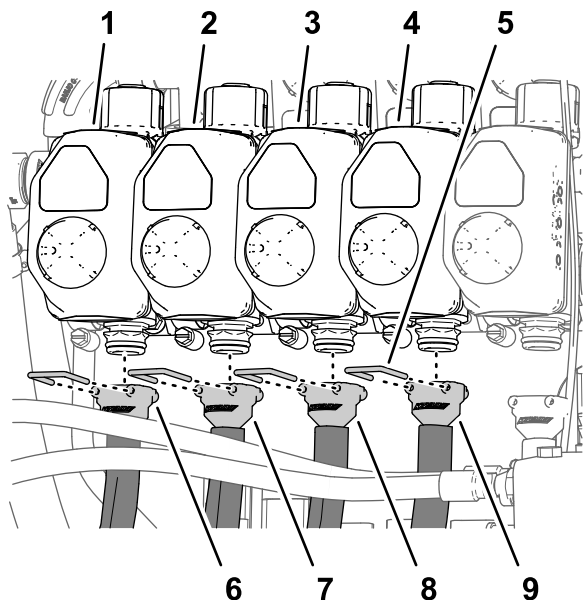
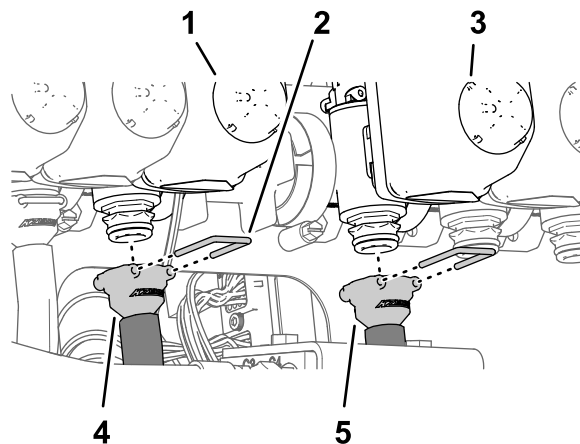
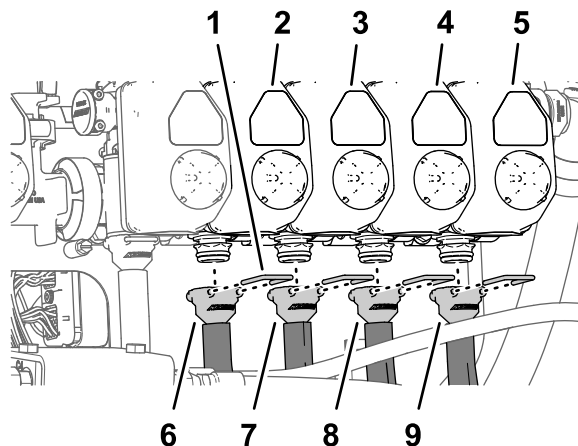

图 125
图 126
图 127
注意 请参阅 将软管安装到喷嘴阀 1 至 4 (页码 48) 中的 图 125、将软管安装到喷嘴阀 5 和 6 (页码 48) 中的 图 126 和 将软管安装到喷嘴阀 7 至 10 (页码 48) 中的 图 127 了解喷嘴位置。
1. 将 279cm 供水软管的直通宝塔接头安装到喷嘴阀 1 的连接器上 图 125。
2. 用卡环 图 125 将宝塔接头固定在连接器上。
3. 将 234cm 供水软管的直通宝塔接头安装到喷嘴阀 2 的连接器上 图 125。
4. 用卡环 图 125 将宝塔接头固定在连接器上。
5. 将 188cm 供水软管的直通宝塔接头安装到喷嘴阀 3 的连接器上 图 125。
6. 用卡环 图 125 将宝塔接头固定在连接器上。
7. 将 188cm 供水软管的直通宝塔接头安装到喷嘴阀 4 的连接器上 图 125。
8. 用卡环 图 125 将宝塔接头固定在连接器上。
1. 将 81cm 供水软管的直通宝塔接头安装到喷嘴阀 5 的连接器上 图 126。
2. 用卡环 图 126 将宝塔接头固定在连接器上。
3. 将 81cm 供水软管的直通宝塔接头安装到喷嘴阀 6 的连接器上 图 126。
4. 用卡环 图 126 将宝塔接头固定在连接器上。
1. 将 188cm 供水软管的直通宝塔接头安装到喷嘴阀 7 的连接器上 图 127。
2. 用卡环 图 127 将宝塔接头固定在连接器上。
- 将 188cm 供水软管的直通宝塔接头安装到喷嘴阀 8 的连接器上 图 127。
- 用卡环 图 127 将宝塔接头固定在连接器上。
- 将 234cm 供水软管的直通宝塔接头安装到喷嘴阀 9 的连接器上 图 127。
- 将 279cm 供水软管的直通宝塔接头安装到喷嘴阀 10 的连接器上 图 127。
- 用卡环将宝塔接头固定在连接器上 图 127。